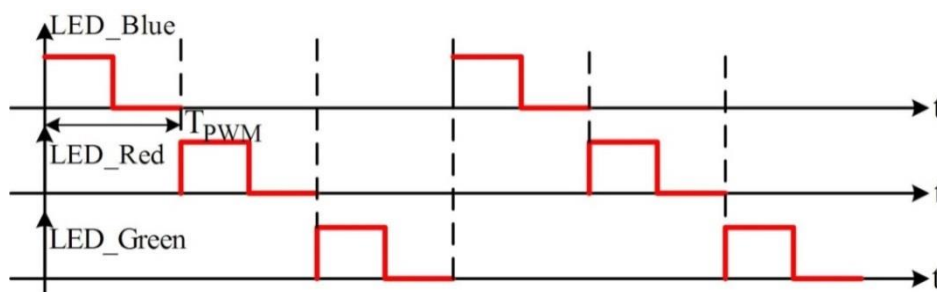
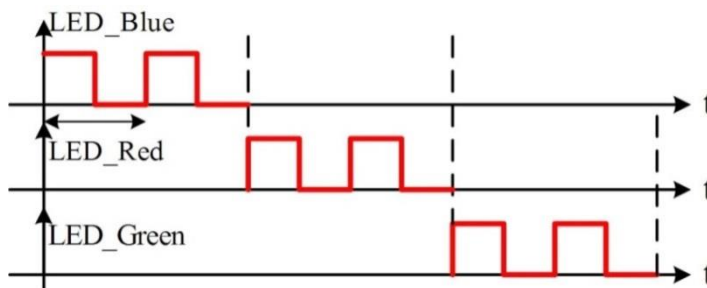

Рис. 3.11. Часові діаграми засвічування світлодіодів RGB LED стану при ненатиснутій кнопці SW_2
Рис. 3.12. Часові діаграми засвічування світлодіодів RGB LED стану при натиснутій кнопці SW_2
1. Реалізувати проект засвічування червоного, синього та зеленого світлодіодів RGB LED стану з використанням компоненти PWM. В схемі використати кнопку SW_2 та вивід GPIO, до якого вона підключена. Алгоритм засвічування світлодіодів, якщо кнопка SW_2 не натиснута, зображений на рис. 3.11. При натисканні кнопки SW_2 та на протязі її утримання алгоритм засвічування зображений на рис. 3.12. Величина періоду PWM (T_{PWM}), коли кнопка SW_2 не натиснута, складає 1500 мсек. Якщо ж кнопка натиснута, то величина періоду складає 1000 мсек.